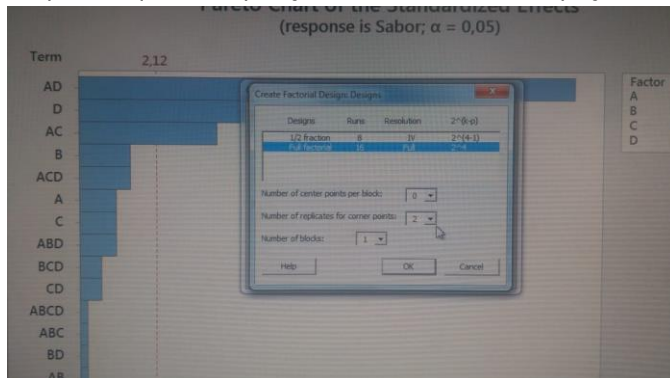

Figura 3 – Janela do Box “Designs”.
- 3- Abre-se a janela da Figura 3 abaixo. Nela vamos colocar como número de replicações, no nosso caso: 2 <e clique “OK”>. Neste caso serão feitos dois ensaios de cada situação. Como informação, segue a diferença entre replicação e repetição: tomando como exemplo as medidas de uma peça, na replicação se molda peças diferentes em cada replicação e se toma as medidas de cada peça, enquanto que na repetição se mede a mesma peça tantas quantas vezes se deseja repetir.